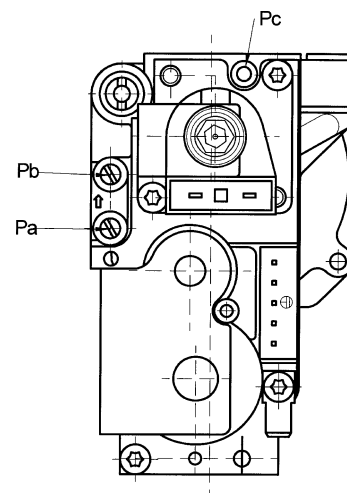

Abb. 11
- Den Druckmessstutzen eines möglichst mit Wassersäule versehenen Differenzdruckmanometers mit dem Druckentnahmestutzen (**Pb**) am Gasregelventil verbinden (Abb. 11). Nur bei raumluftunabhängigen Modellen den Unterdruck-Messstutzen des gleichen Manometers mit einem speziellen „T“-Stück verbinden, mit Hilfe dessen der Druckausgleichsstutzen des Heizkessels, der Druckausgleichsstutzen des Gasregelventils (**Pc**) und das Manometer miteinander verbunden werden. (Eine gleiche Messung kann durch Anschließen des Manometers an den Druckentnahmestutzen (**Pb**) bei abgenommener Frontbedientafel der Kammer des raumluftunabhängigen Heizkessels vorgenommen werden).
- Überprüfen, ob der beim Druckverbinder (**Pa**) der Gasventils (Abb. 11) gemessene dynamische Förderdruck des Heizkessels korrekt ist (**50 mbar** für Propangas oder **20 mbar** für Erdgas).